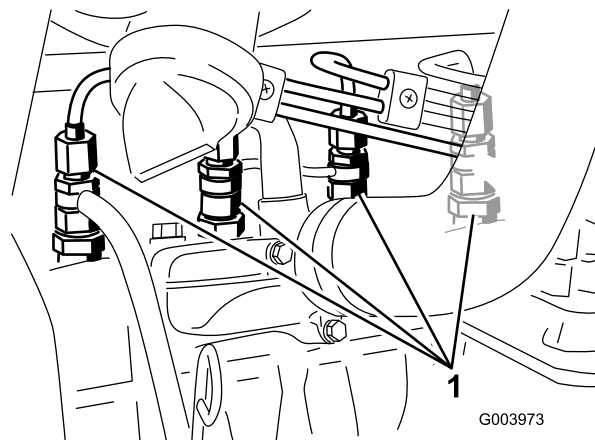

Figure 38
1. Desserrez le raccord entre l'injecteur n° 1 et le porte-injecteurs (Figure 38).